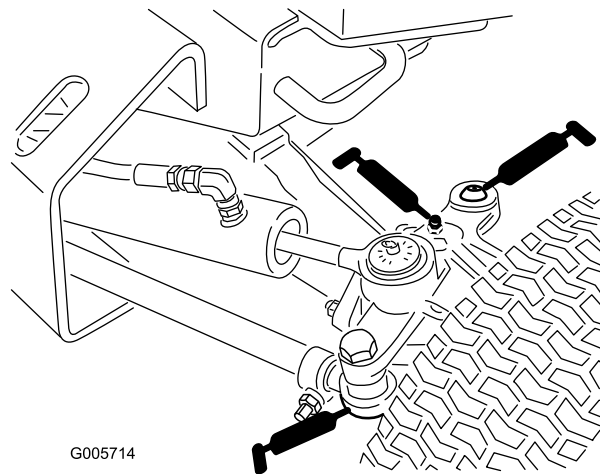

Figure 40
- Bielle d'essieu (2) (Figure 40)
- Axe de pivot d'essieu (Figure 40)
- Pivots de direction d'essieu (2) (Figure 40)
- Extrémités de tige de vérin (4) (Figure 40)